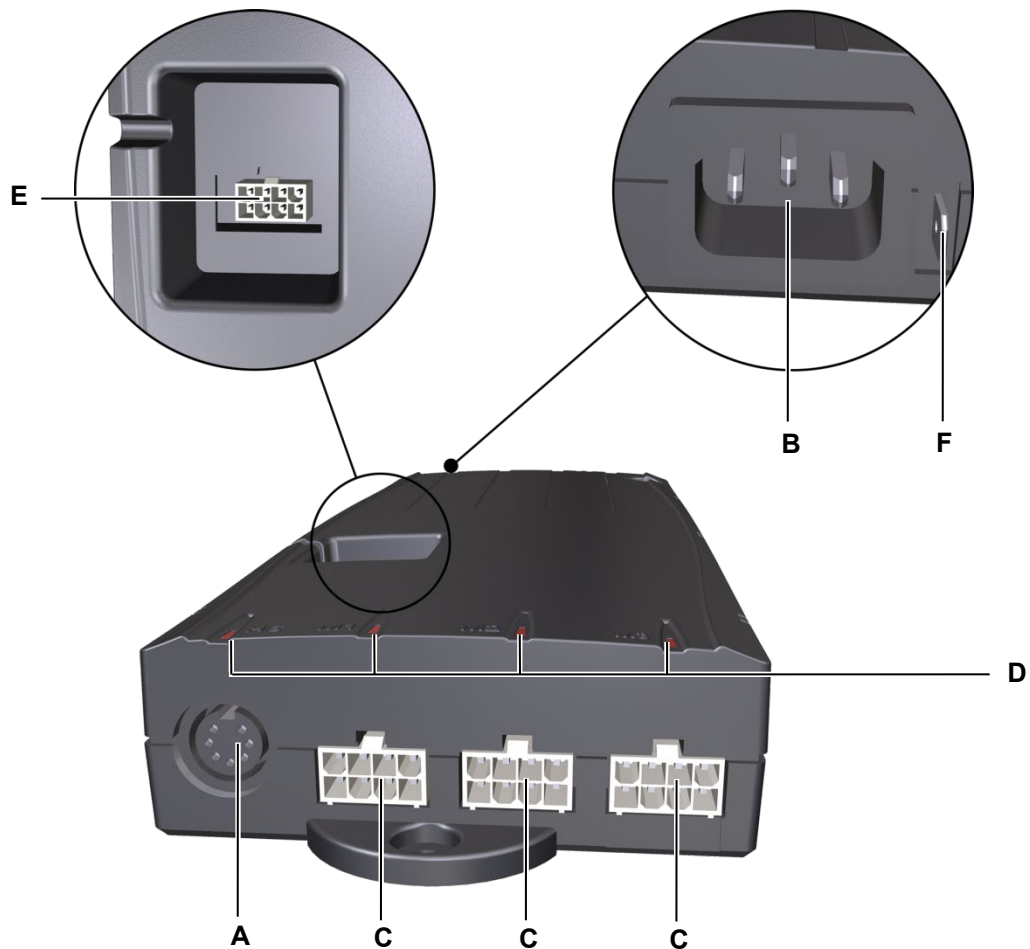

Abbildung 47 Anschlüsse an der Steuerung COMPACT
- 7 Verbinden Sie die Verbindungsleitung des Prozessors mit der Steuerung COMPACT (siehe Abbildung 47).